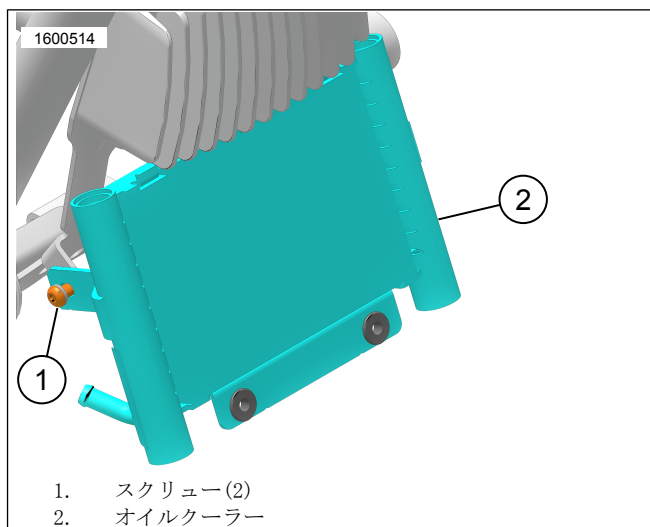

図2。オイルクーラースクリュー
2. 図2を参照してください。スクリュー(1)を取り外します。
- a. 図2を参照してください。ネジ(1)を設置し、締める。